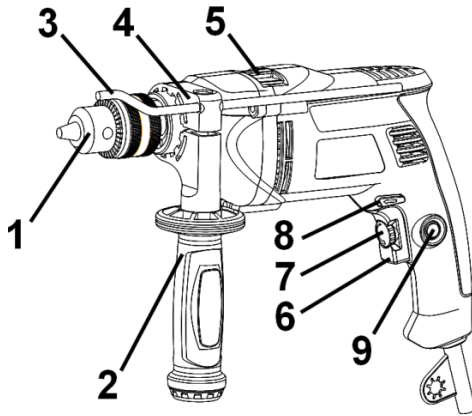

Рисунок 1
2.3.1 Виріб має два режими роботи: ударно-обертальний і обертальний. Перемикання режимів роботи виробу здійснюється переведенням перемикача (5) (див. рис.1) з одного крайнього положення в інше у бік відповідного символу режиму роботи:
- Ударно-обертальний режим - перемикач (5) повинен бути переведений до упору у бік символу **T**.
- Обертальний режим - перемикач (5) повинен бути переведений до упору у бік символу **2**.
4.2 Виберіть необхідний режим роботи виробу за допомогою перемикача (5) (див. рисунок 1). Перемикання режимів роботи виробу здійснюється переведенням перемикача (5) з одного крайнього положення в інше у бік відповідного символу режиму роботи: